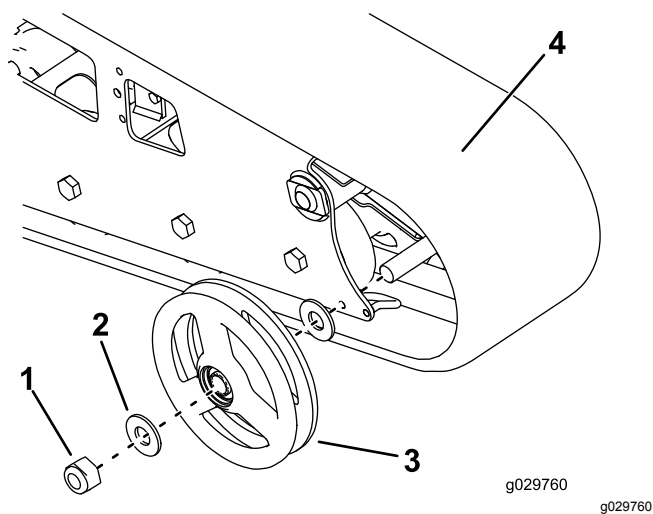

Рисунок 60
- Отверните гайку, которая крепит внешнее колесо переднего катка, и снимите колесо (Рисунок 60).
8. Снимите гусеницу (Рисунок 60).
9. Снимите две большие шайбы с внешних катков, по одной с каждой стороны катка (Рисунок 60).
12. Установите новую гусеницу (Рисунок 60).
13. Установите внешнее колесо переднего катка и закрепите его снятой ранее гайкой (Рисунок 60).